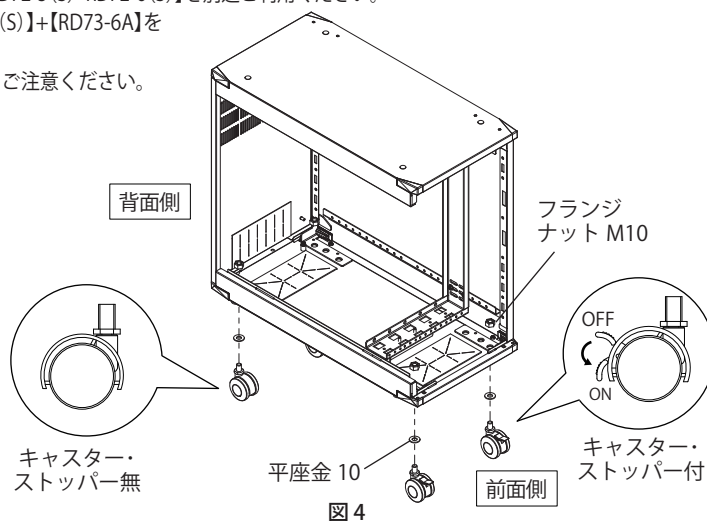

図4
- ・ストッパー付、ラック背面側にキャスター・ストッパー無を取り付けてください。(図4)